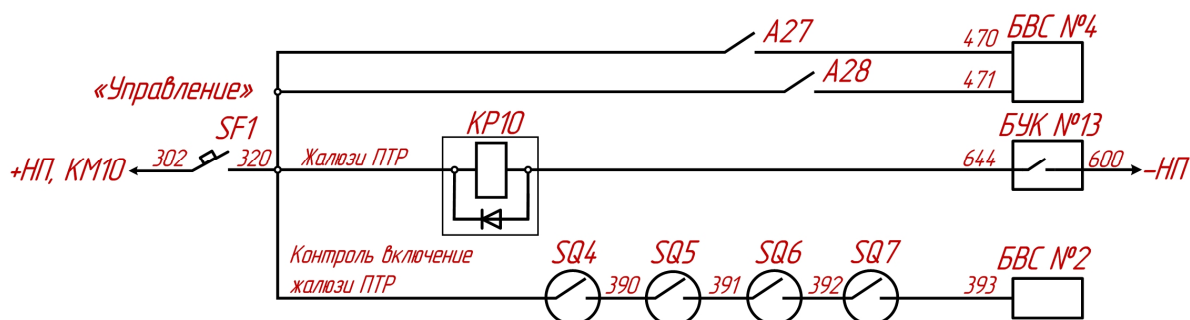

Рисунок 2.11 – Цепи управления привода жалюзи
Для открытого доступа охлаждающего воздуха к пуско-тормозным резисторам, одновременно с включением контакторов вентиляторов охлаждения ПТР, БЦВ дает команду БУК № 13 на создание цепи питания электропневматического вентиля привода жалюзи ПТР КР10, при этом образуется цепь (рисунок 2.11) – провод 302, АЗВ SF1 «Управление», провод 320, катушка электропневматического вентиля привода жалюзи ПТР КР10, провод 644, БУК № 13, общий минусовой провод 600.
При открытии жалюзи замыкаются последовательно включенные контакты герконов SQ4...SQ7 при этом по проводу 393 в БВС №2 поступает сигнал (рисунок 2.11). При отсутствии сигнала в МПСУиД в течении 5 секунд об открытии жалюзи, происходит разбор схемы моторного режима.
- в течение 5 секунд от тех секций отсутствует сигнал об открытом положении жалюзи ПТР (провод 393, рисунок 2.11);